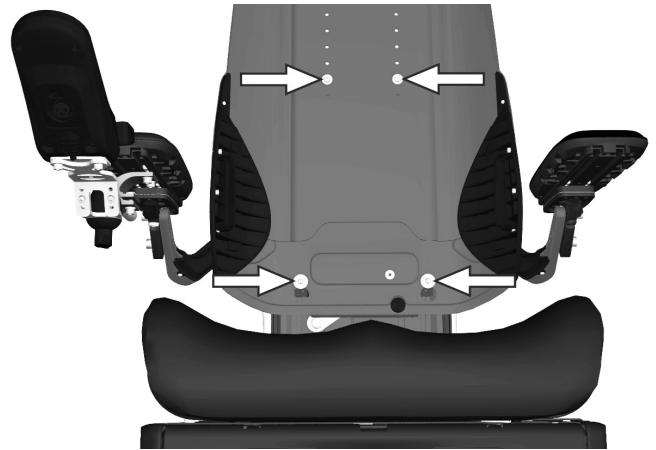

Abbildung 156. Das untere Blech der Rückenlehne ist an vier Sperrvorrichtungen montiert.
- Unteren Teil der Rückenlehne abbauen, indem man das Blech der Rückenlehne hochzieht, sodass sich die vier Sperrvorrichtungen abnehmen lassen. Siehe Abbildung. 156.